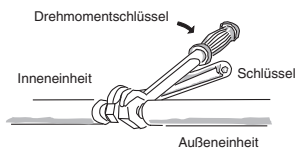

Abb. 5-6
- Wenn die Überwurfmutter von den Verbindungsstücken abgenommen oder nach dem Anschließen der Leitungen festgezogen werden, müssen unbedingt zwei verstellbare Schraubenschlüssel oder Maulschlüssel verwendet werden, wie in der Abbildung gezeigt. (Abb. 5-6)